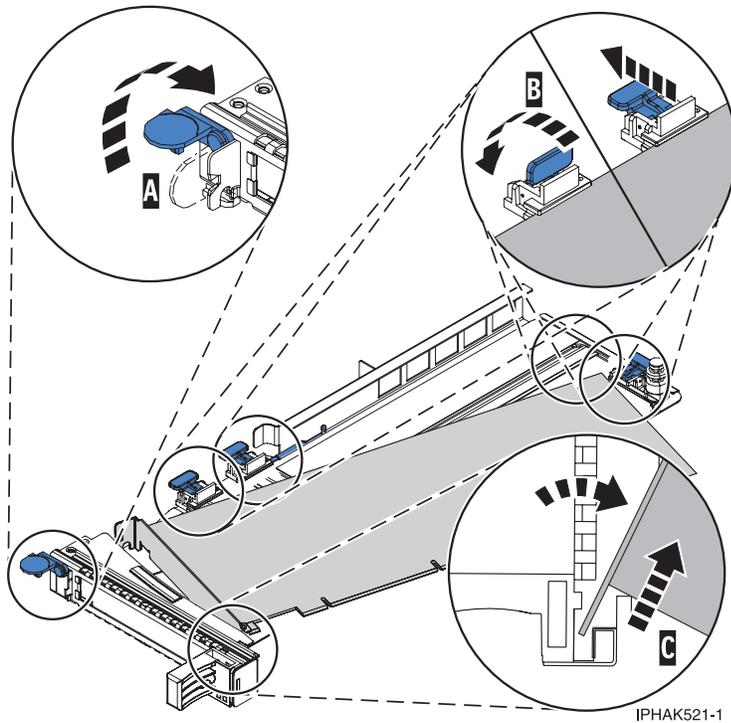

Figure 130. Retrait de la carte de la cassette de cartes PCI
- a. Déverrouillez les crochets de retenue de la carte en faisant tourner l'étrier de retenue (A) pour le mettre en position horizontale. Voir figure 130, à la page 151.